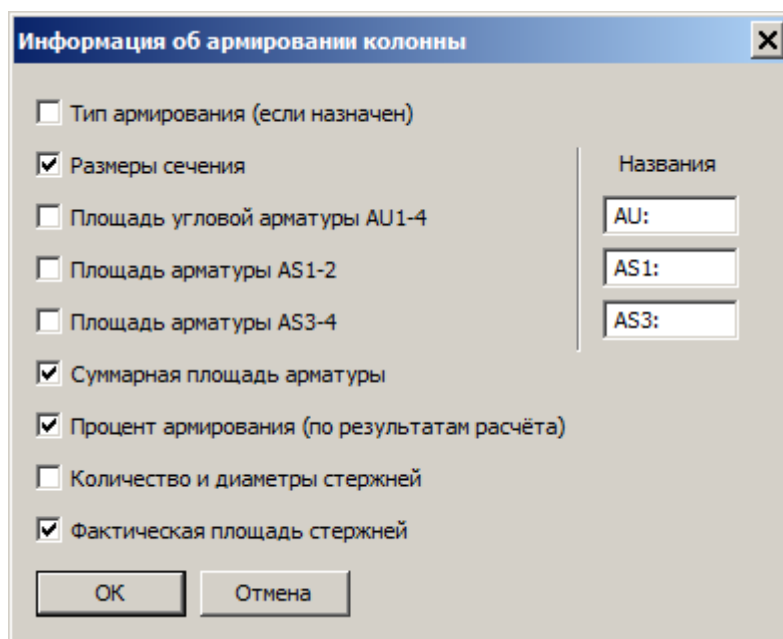

Рис.7.10. Диалоговое окно **Информация об армировании колонн**
- Вызовите диалоговое окно **Информация об армировании колонны** (рис.7.10) щелчком по кнопке